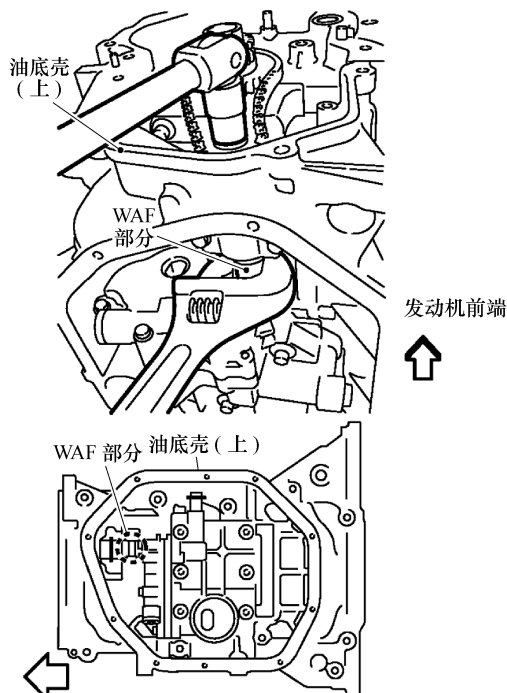
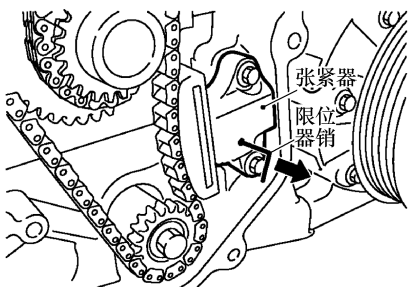

图 3-56 拆下平衡单元链轮螺栓
图 3-59 安装平衡单元正时链条张紧器
③ 拆下平衡单元正时链条张紧器。
④ 抓住平衡轴的 WAF 部分[WAF 部分直径:19mm(0.75in)], 然后松开平衡单元链轮螺栓, 如图 3-56 所示。
4) 抓住平衡轴的 WAF 部分[WAF 部分直径:19mm(0.75in)], 然后拧紧平衡轴链轮螺栓, 如图 3-56 所示。
- ① 匹配标记(印记)。
- ② 匹配标记(橙色链节)。
- ③ 匹配标记(深蓝色链节)。
5) 安装平衡单元正时链条张紧器, 如图 3-59 所示。
① 用限位器销将柱塞固定在完全压缩位置, 然后安装它, 如图 3-59 所示。
② 安装平衡单元正时链条张紧器后, 拉出限位器销。